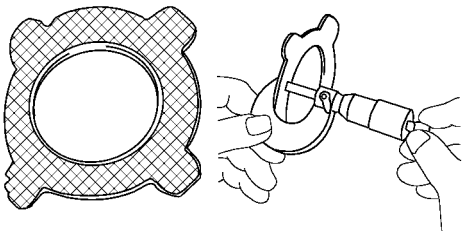

图 14-166 检查止推垫圈是否磨损或损坏
(2) 检查止推垫圈是否磨损或损坏。检查止推垫圈的接触表面，应均匀并无金属裸露现象，如图 14-166 所示。必要时应予更换。